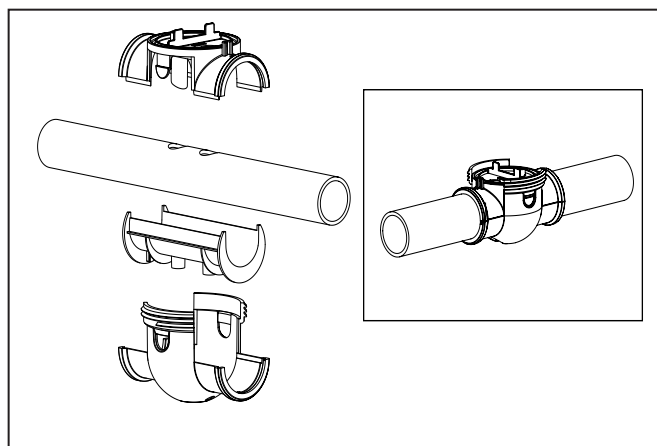
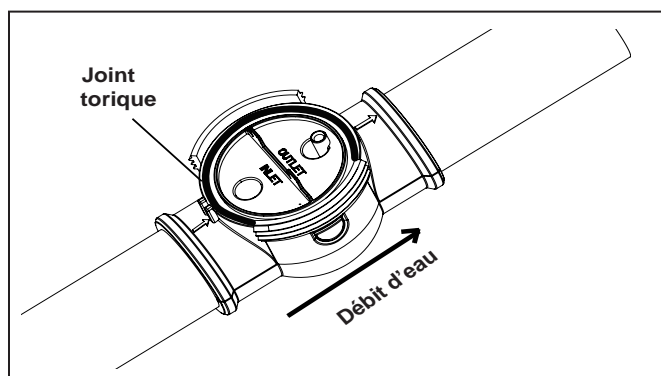

Figure 9. Fixer le collier de serrage de la cellule
Figure 10. Flèches du débit d'eau
11. Fixer les colliers de serrage, l'écarteur de tuyau et le joint statique autour du tuyau tel qu'illustré (Voir Figure 9) en s'assurant que les flèches de circulation sur le collier pointent dans la direction du débit d'eau (Voir Figures 10 et 11). S'assurer que les deux (2) attaches sur les côtés du collier de serrage s'enclenchent.
12. Insérer le joint torique dans le canal sur chacune des pinces et ensuite, fixer la cellule. (Voir Figures 10 et 11).